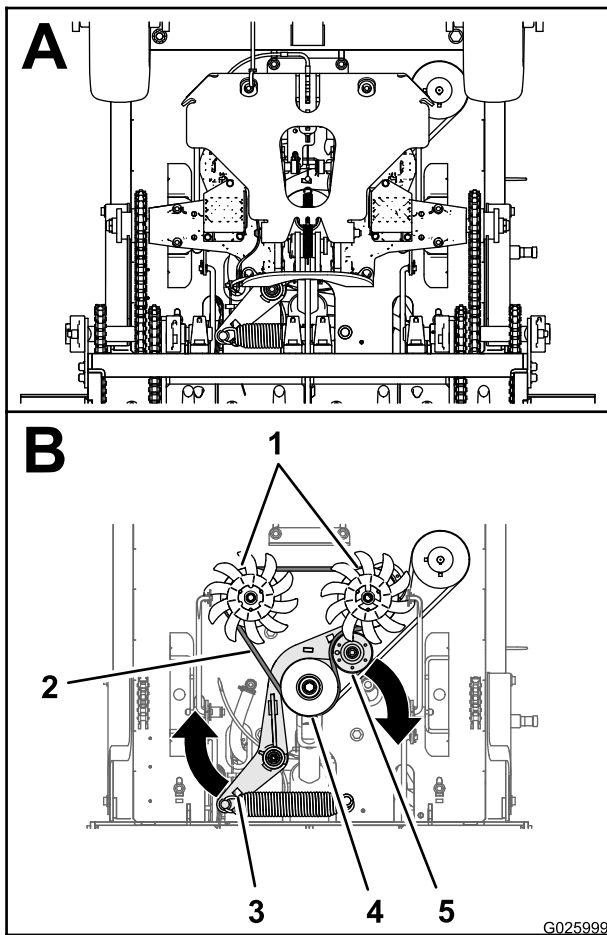

Figura 56
2. Introduzca una barra de expansión en el zócalo del soporte de tensión de la correa y mueva el soporte hacia afuera y hacia adelante (Figura 56).
3. Saque la correa de la transmisión nueva alrededor de las poleas del motor, tensor y de la transmisión (Figura 56).
4. Pase la correa nueva alrededor de las poleas del motor, tensor y de la transmisión, según se muestra en Figura 56.
5. Libere el soporte de tensión de la correa y deje que el muelle tense la correa (Figura 56).